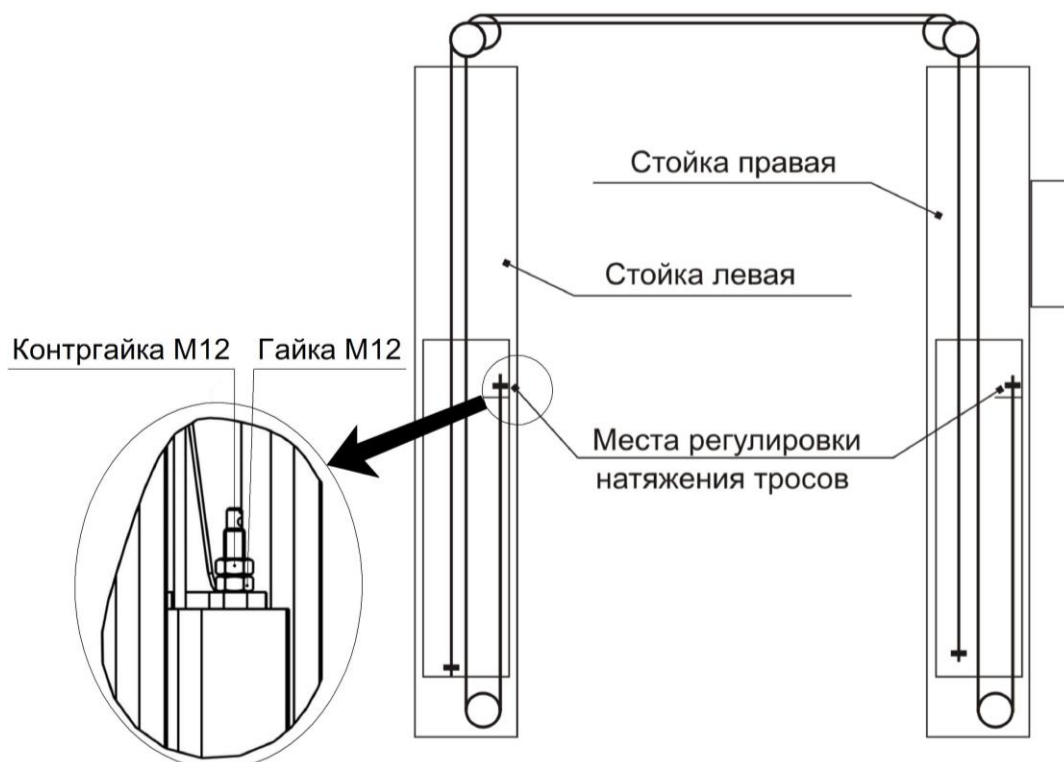

Рисунок 6.6 - Схема запасовки синхронизирующих тросов
6.7 Поднять погрузчиком или другими подъемными средствами каретки 63 и установить на защелки 44 (на высоте около 400 мм от пола). Установить тросы системы синхронизации кареток (рисунок 6.6).
Для облегчения монтажа тросов в каретках использовать тонкую проволоку, продетую через отверстие в наконечнике троса, убедиться, что тросы расположены на блоках. Регулировка тросов синхронизации: одновременное опускание кареток на стопоразщелки. Регулировать путем закручивания гаек М12 (Рисунок 6.6). После регулировки гайки законтрить второй гайкой. Ход кареток плавный без рывков.